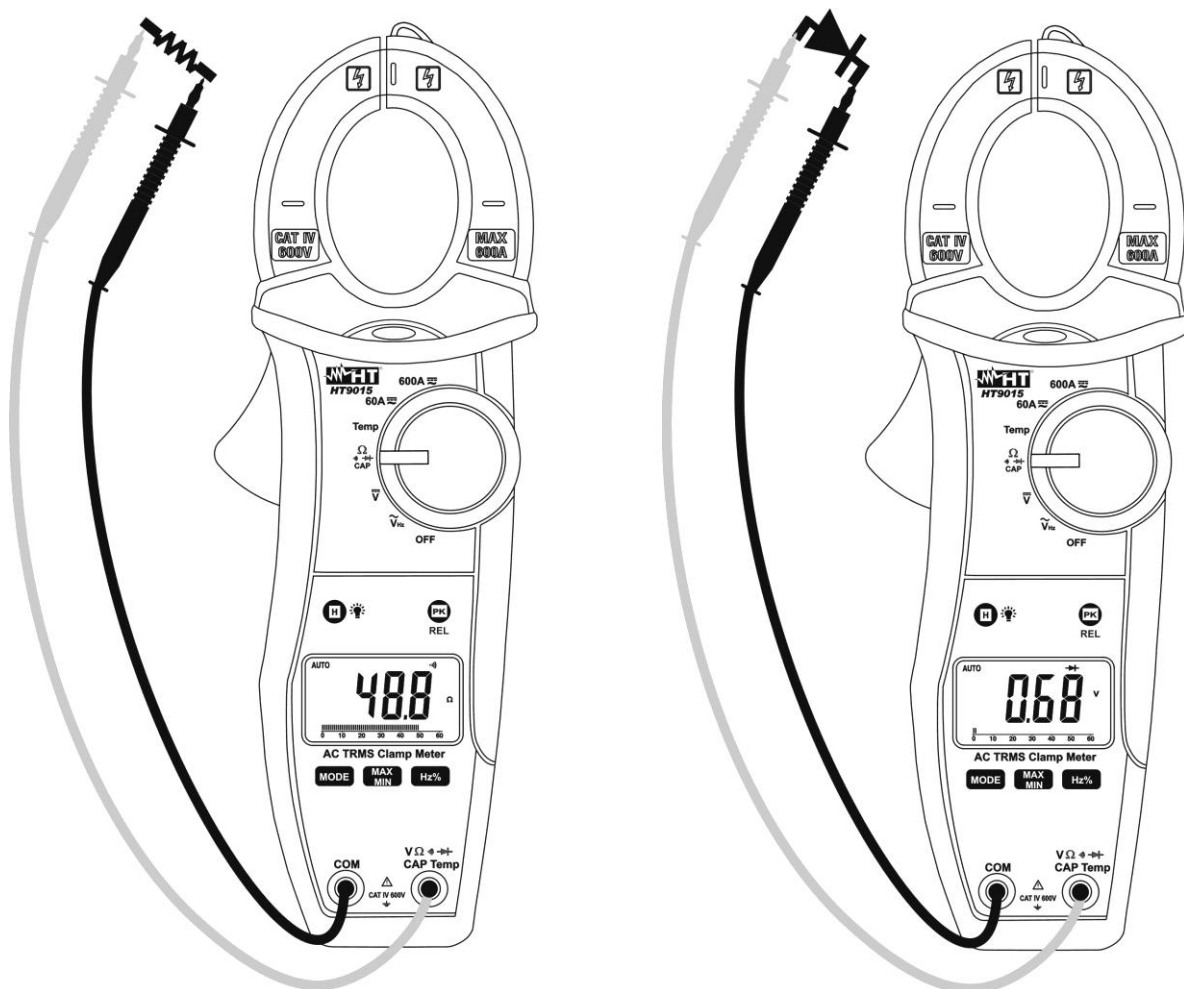

Fig. 6: Uso da pinça para efectuar Testes de continuidade e Testes de díodos
3. Inserir o cabo vermelho no terminal de entrada $V\Omega \rightarrow \text{CAP Temp}$ e o cabo preto no terminal de entrada **COM** e efectuar o teste de continuidade no objecto em teste (ver Fig. 6 – parte esquerda). O indicador sonoro emite um sinal acústico quando o valor da resistência medida é inferior a cerca de 60Ω
5. Ligar a ponteira vermelha ao ânodo do díodo e a ponteira preta ao cátodo na caso de medição da polarização directa (ver Fig. 6 – parte direita). Inverter a posição das ponteiras no caso de medição da polarização inversa